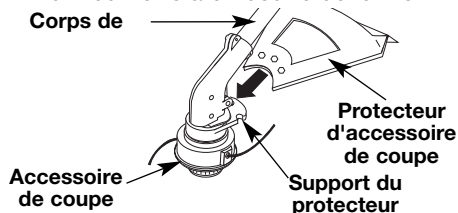

Fig. 2
4. Tenez l'appareil en position d'utilisation (Fig. 2), puis positionnez la poignée en D de manière à assurer une prise idéale.
1. Glissez le protecteur d'accessoire de coupe dans son support, situé sur l'accessoire. Alignez les trous à vis du protecteur avec ceux de l'accessoire de coupe (Fig. 2).